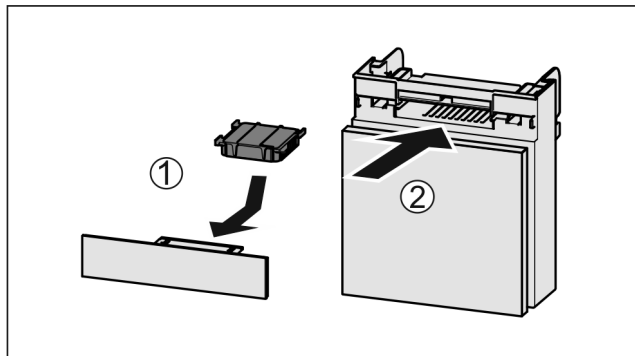

Fig. 171
- ▶ Установите фильтр с активированным углем, как показано на рисунке Fig. 171 (1).
- ▶ Вставьте отделение Fig. 171 (2).